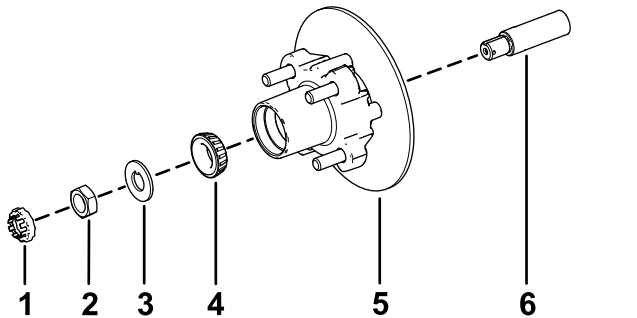

図 36
1. スピンドルに所定のグリスを薄く塗る 図 36。
2. ハブとロータをスピンドルに取り付ける。ロータを内側にする 図 36。
3. スピンドルに外側ベアリングを取り付けてレースにはめる 図 36。
4. スピンドルにタブワッシャを取り付ける 図 36。
5. スピンドルにスピンドルナットを取り付け、ハブを回してベアリングを着座させながらナットを 15 N·m 1.52 kg·m = 11 ft·lb に締めつける 図 36。
2. ブレーキパッドをロータのそれぞれの側に合わせ 図 32、キャリパブラケットの穴と、スピンドルフレームのブレーキ取り付け部の穴を整列させる 図 36。